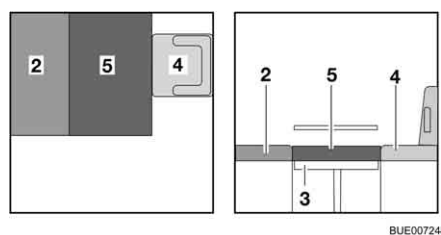

Fig. 117 Después de la transformación
- Colocar el cojín adicional (Fig. 117,5) en la mesa.
- De ser necesario, volver a empujar el asiento del conductor (Fig. 117,4) hacia atrás.